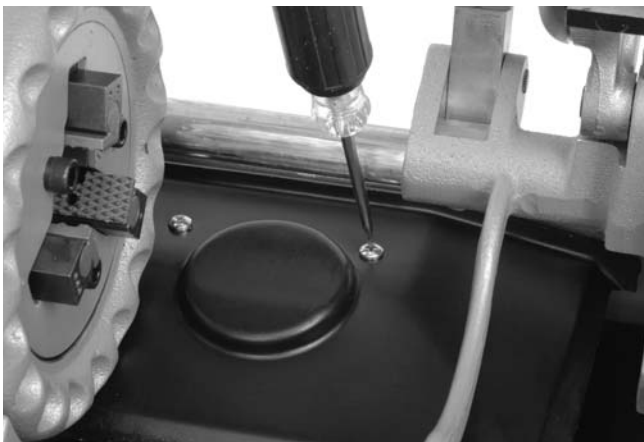

Figure 17 – Retrait du couvercle en plastique
1. Servez-vous d'un tournevis pour retirer le couvercle en plastique (*Figure 17*).